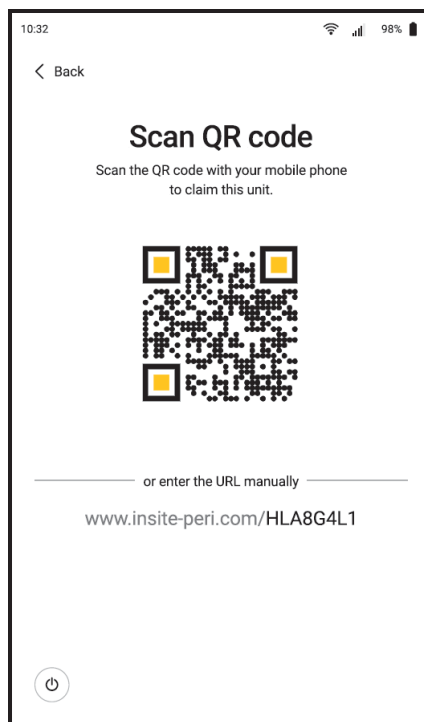

Fig. 08
5. Registrare l'hub utilizzando il codice QR visualizzato o l'URL dell'applicazione online. (Fig. 08)